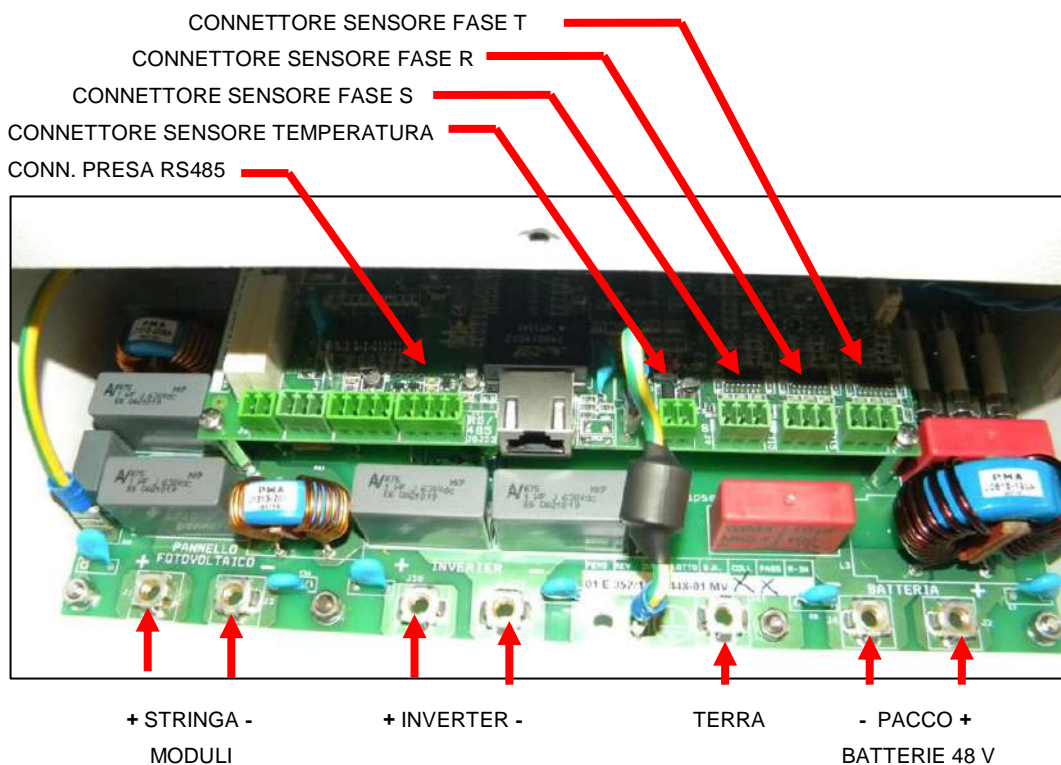

Figura 7 – Cablaggio scheda Solar Eclipse
- Collegare i cavi dei moduli fotovoltaici alla scheda (vedi Figura 7)
- Verificare che il il sezionatore batterie sia aperto (vedi Figura 7)
- Collegare i cavi del pacco batteria sulla scheda di Solar Eclipse (vedi Figura 7)
- Collegare i cavi inverter alla scheda (vedi Figura 7)
- Collegare i 3 connettori dei sensori delle fasi R, S e T alla scheda di Solar Eclipse (vedi Figura 7)
Collegare il cavo interfaccia USB/RS485 al pc e al Solar Eclipse vedi Figura 7 assicurandosi che il Solar Eclipse sia acceso e in stato di blocco (spia LED a sinistra lampeggiante). Selezionare tramite la tendina in basso a sinistra la porta COM utilizzata dal vostro pc e avviare la comunicazione tramite il tasto "avvia". Nella barra in basso apparirà la scritta in verde "COMUNICAZIONE OK".